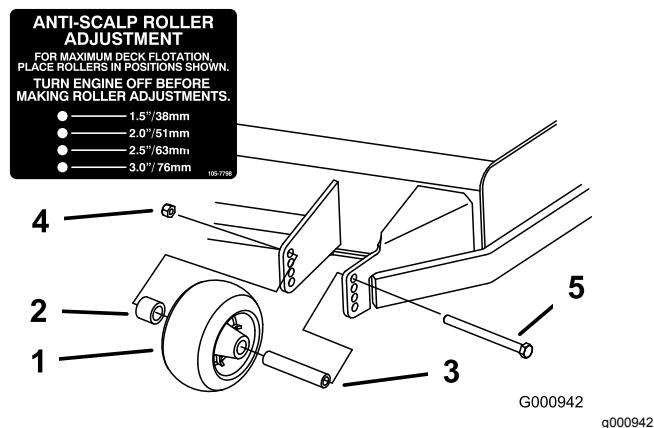
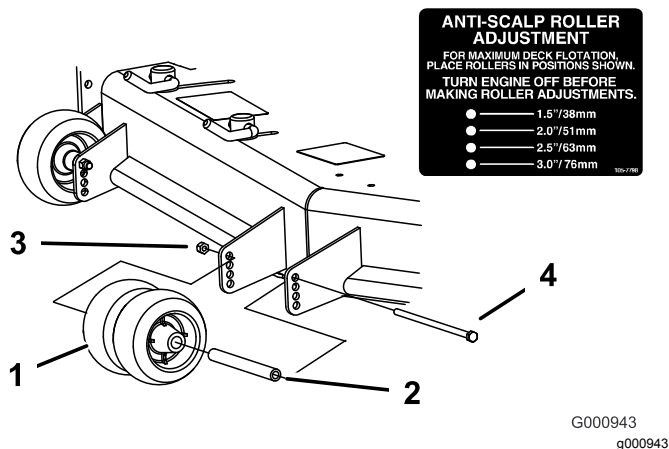
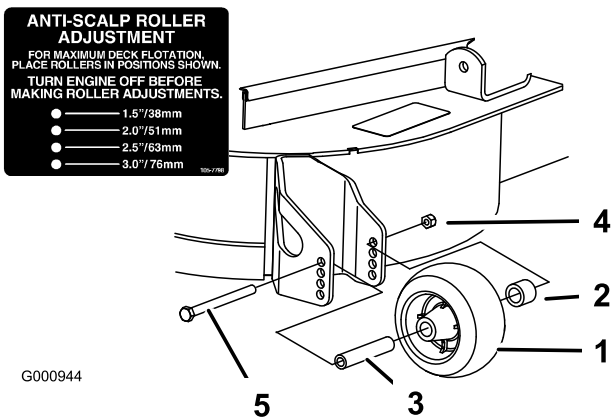

Figure 24
Figure 25
Figure 26
3. Réglez les galets anti-scalp comme montré à la Figure 24, la Figure 25 et la Figure 26.